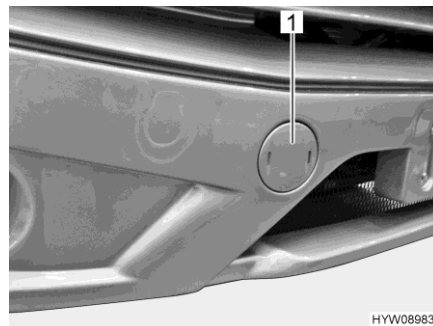

Fig. 40 Copertura (alloggiamento dell'occhione di traino)
- Rimuovere la copertura (Fig. 40,1) mediante un cacciavite.